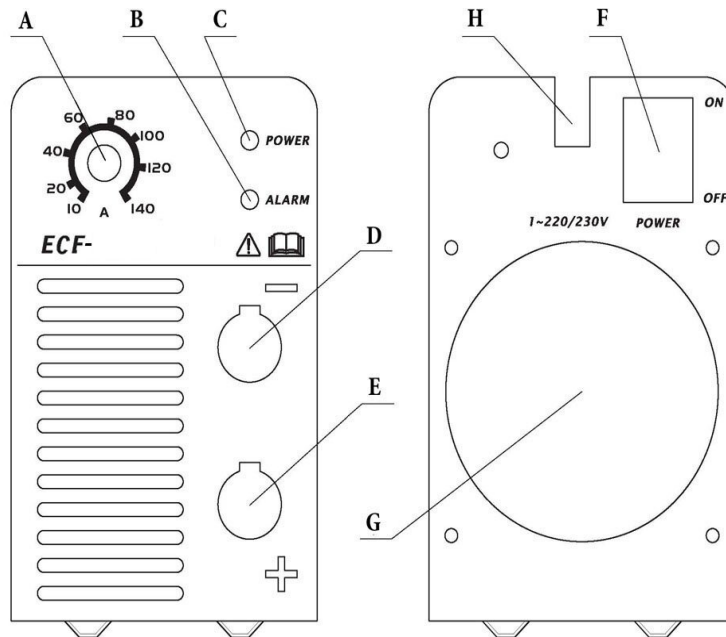

Abb. 1
Die Signallampe B (Abb. 1) weist die Anwesenheit dieser Schutzvorrichtung. Bevor man das Gerät wieder betreiben kann, muß man einige Minuten verstreichen lassen.
- Prüfen, ob der Schalter F (Abb. 1) auf OFF bzw. der Netzstecker gezogen ist, dann die Schweißkabel anschließen. Für die Polung die Angaben des Elektrodenherstellers beachten.
- Die Maschine mit dem Schalter F (Abb. 1) einschalten.
- Den Stecker des Massekabels an den Pluspol (+) E (Abb. 1) der Maschine anschließen und die Masseklemme am Werkstück so nahe wie möglich an der Schweißstelle anbringen; einen einwandfreien Kontakt sicherstellen.
- Den Stecker des WIG-Brenner an den Minuspol (-) D (Abb. 1) des Schweißgerätes anschließen.